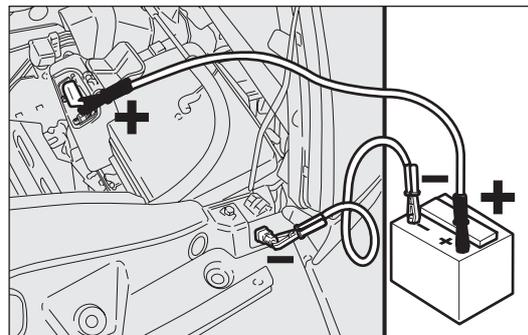

fig. 158
- collegare con un secondo cavo il morsetto negativo (-) della batteria ausiliaria con il punto di massa come illustrato in fig. 158;